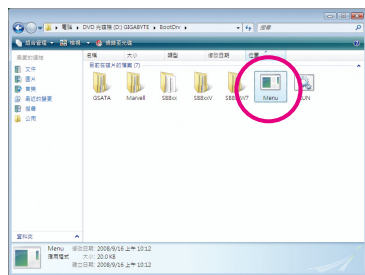
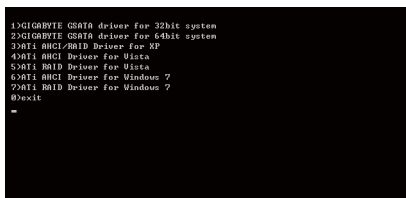

图 3
图 4
- 2: 进入光盘中「BootDrv」文件夹, 双击「Menu.exe」文件(图3)后会出现「命令提示字符」画面, 内含如图4的控制器选单。
- 3: 放入空白软盘。依所要安装的系统按下SATA控制器驱动程序代码后再按<Enter>键。以图4的选单为例: